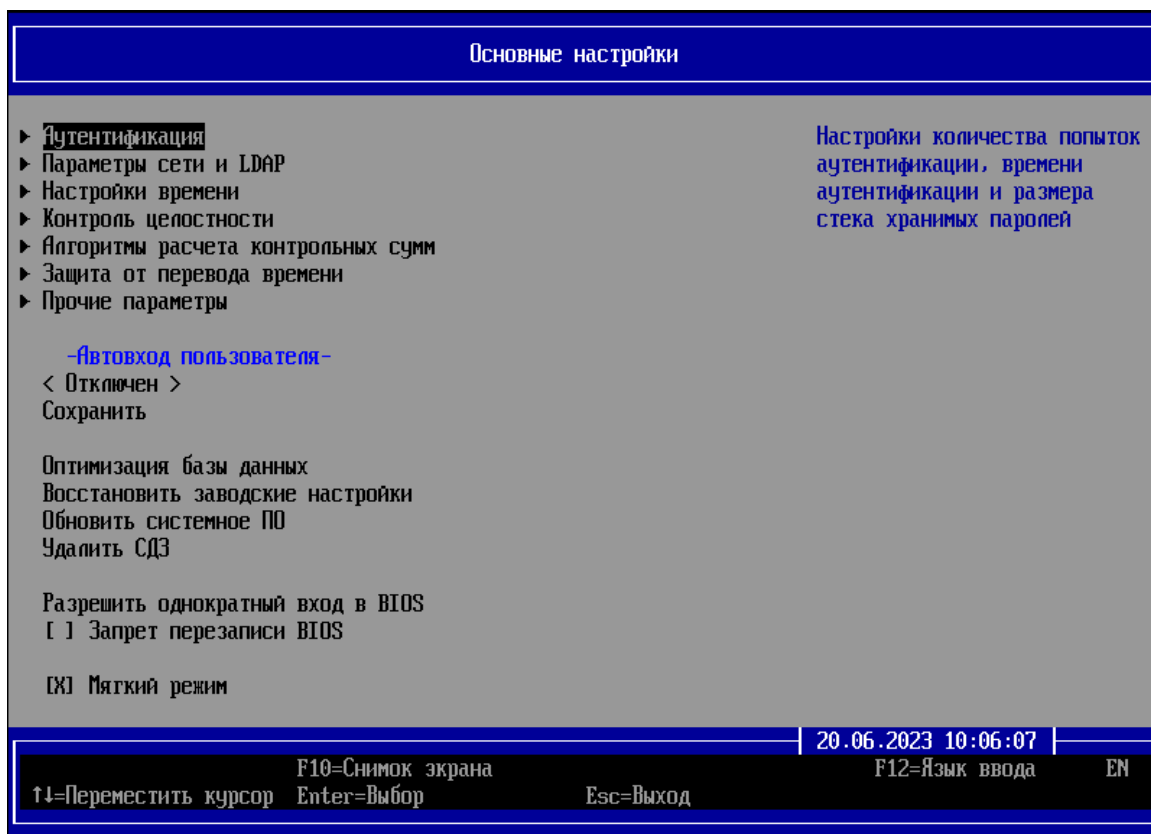

Рисунок 7.4 – Диалоговое окно «Основные настройки» псевдографической консоли
7.5 Для выхода из мягкого режима и запрета загрузки ОС без процесса аутентификации пользователя, необходимо в *псевдографической консоли* выполнить переход: **Общие параметры** → **Основные настройки** (рисунок 7.4).